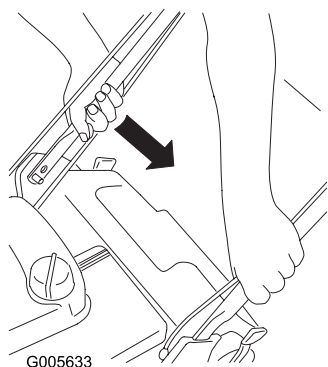

Figura 37
1. Apriete el extremo derecho del manillar inferior hacia dentro y deslícelo hasta que sobrepase los topes de los soportes del manillar (Figura 37).